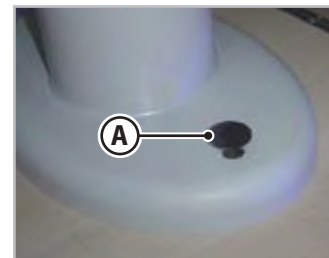

Fig.6.21 - Teleskopben
1. Tryk med din fod på knappen (**A** - Fig.6.21) placeret på bordets fod.